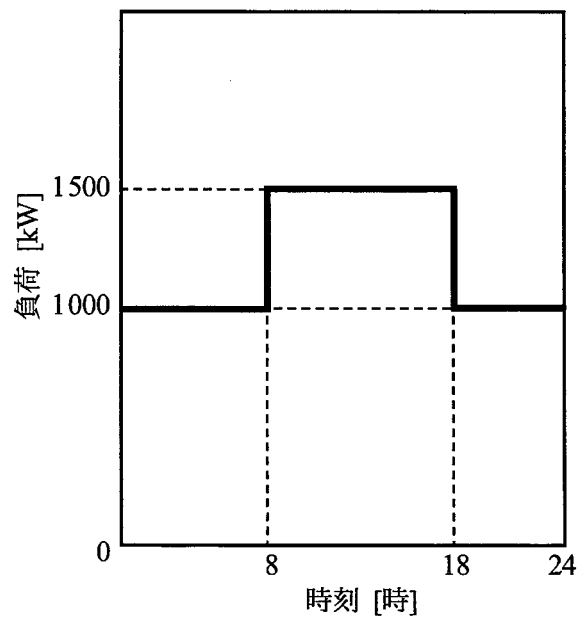

図3
このときの配電線路損失を求め、さらに日負荷曲線を図3のように平準化するとともに、力率改善した場合の配電線路損失を求める。
- 3) 平衡三相負荷を移行し、年間を通じて図3に示す日負荷曲線で運転するとともに、a棟受電点に調相設備を設置して、常時の受電点力率を100%に改善する。この場合、調相設備が補償する進相無効電力は最大で $\boxed{C \mid abc}$ [kvar]であり、力率改善後の配電線路で発生する年間の損失電力量は、図3に示す日負荷曲線における力率改善前の損失電力量の $\boxed{D \mid ab}$ [%]となる。